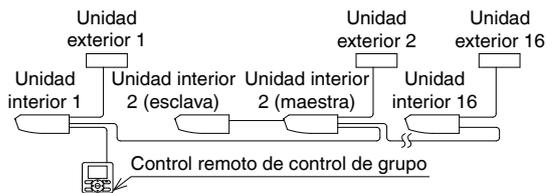

Fig. 34
- Cuando se use como unidad par o unidad maestra para un sistema de operación simultánea, puede llevar a cabo control (de grupo) de arranque/pauro simultáneo de hasta 16 unidades con el control remoto. (Consulte la Fig. 34)
- (2) Conecte el cableado cruzado entre las terminales (P1, P2) dentro de la caja de control para el control remoto. (No existe polaridad). (Consulte la Fig. 34 y la Tabla 3)